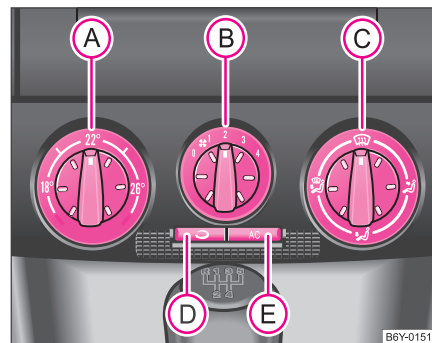

Fig. 87 Sistema de aire acondicionado:
El aire acondicionado funciona si se presiona el conmutador (AC) ⇒ página 102, fig. 87 (E) y se cumplen las siguientes condiciones:
- Gire el regulador giratorio **(A)** ⇒ fig. 87 hacia la derecha para aumentar la temperatura.
- Regulador giratorio **(A)** ⇒ página 102, fig. 87 hacia la derecha hasta el tope
- Regulador giratorio **(A)** ⇒ **página 102, fig. 87** hacia la izquierda hasta el tope
- Pulse la tecla ⇒ **página 102, fig. 87**, el símbolo en la tecla se encenderá. ▶
Si el regulador distribuidor de aire  se encuentra en la posición  ⇒ página 102, fig. 87, el servicio de aire circulante se desconectará automáticamente. Pulsando repetidamente la tecla , usted puede conectar de nuevo el servicio de aire circulante también en esta posición.
La entrada de aire para cada eyector se ajusta con el regulador de la distribución de aire © ⇒ página 102, fig. 87. Los difusores **3** y **4** se pueden cerrar y abrir por separado:
De los difusores abiertos fluye, según la posición del regulador ⇒ página 102, fig. 87. A y según las condiciones climatológicas, aire sin calentar o enfriado. ■